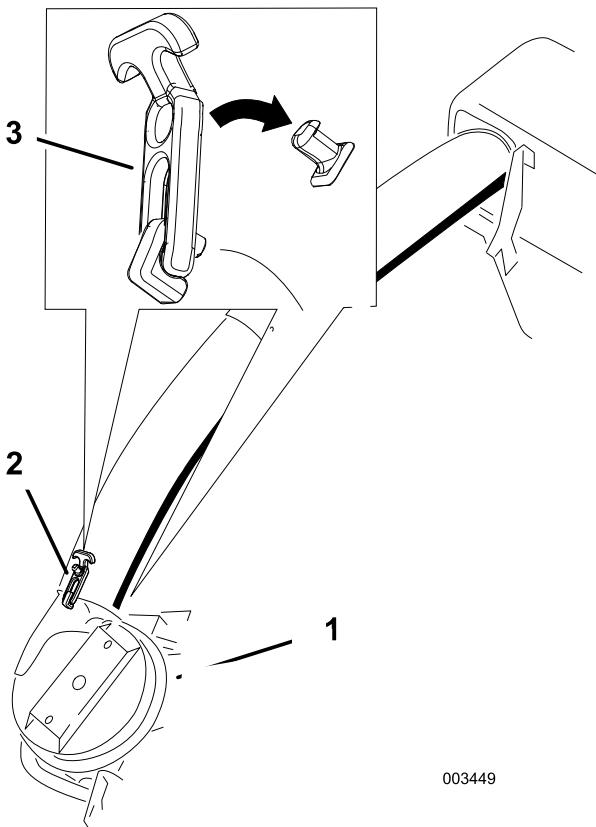
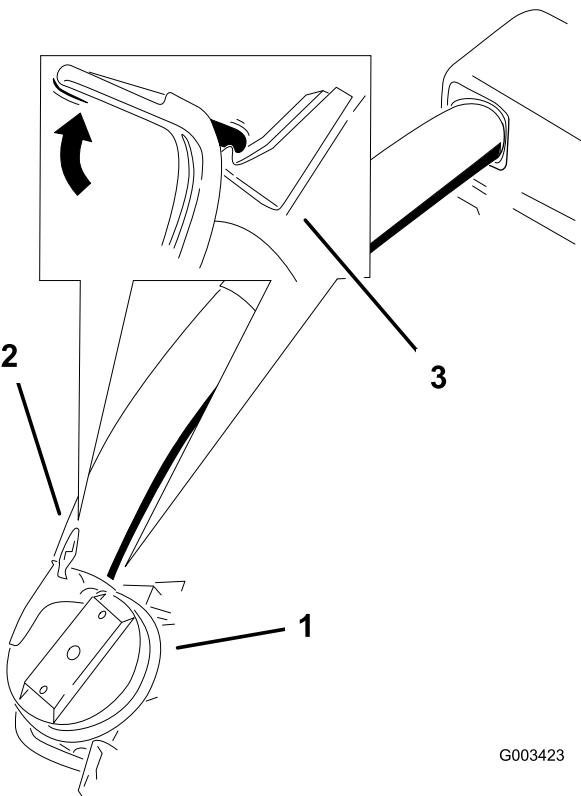

Figura 27
Figura 28
9. Deslize o tubo inferior para proteção e tranque-os juntos (Figura 27 ou Figura 28).